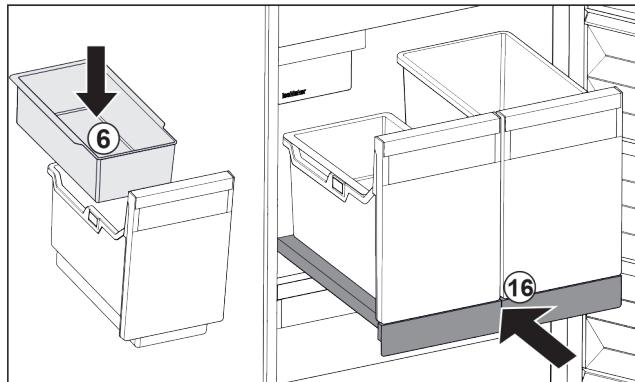

Fig. 106
- 安装冰块挂盘 Fig. 106 (6)。
- 将带有容器 (IceTower) 的拉出式搁板推入。 Fig. 106 (16)